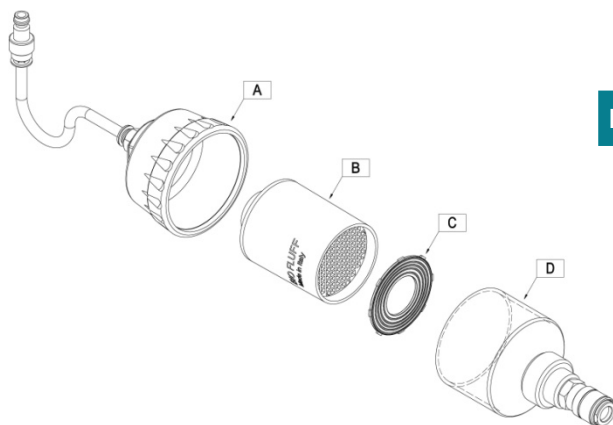

FIG 33
In base al modello di Dispositivo acquistato, è presente un secondo filtro *(anche acquistabile separatamente)* posto all'interno delle calotte del Gruppo Filtro (**FIG 33 Rif. B**).
- Svitare la calotta bianca (FIG 33 Rif. A) dalla calotta trasparente (FIG 33 Rif. D).
- Togliere la Cartuccia Filtro (FIG 33 Rif. B) e l'anello in argento (FIG 33 Rif. C) esauriti e gettarli.